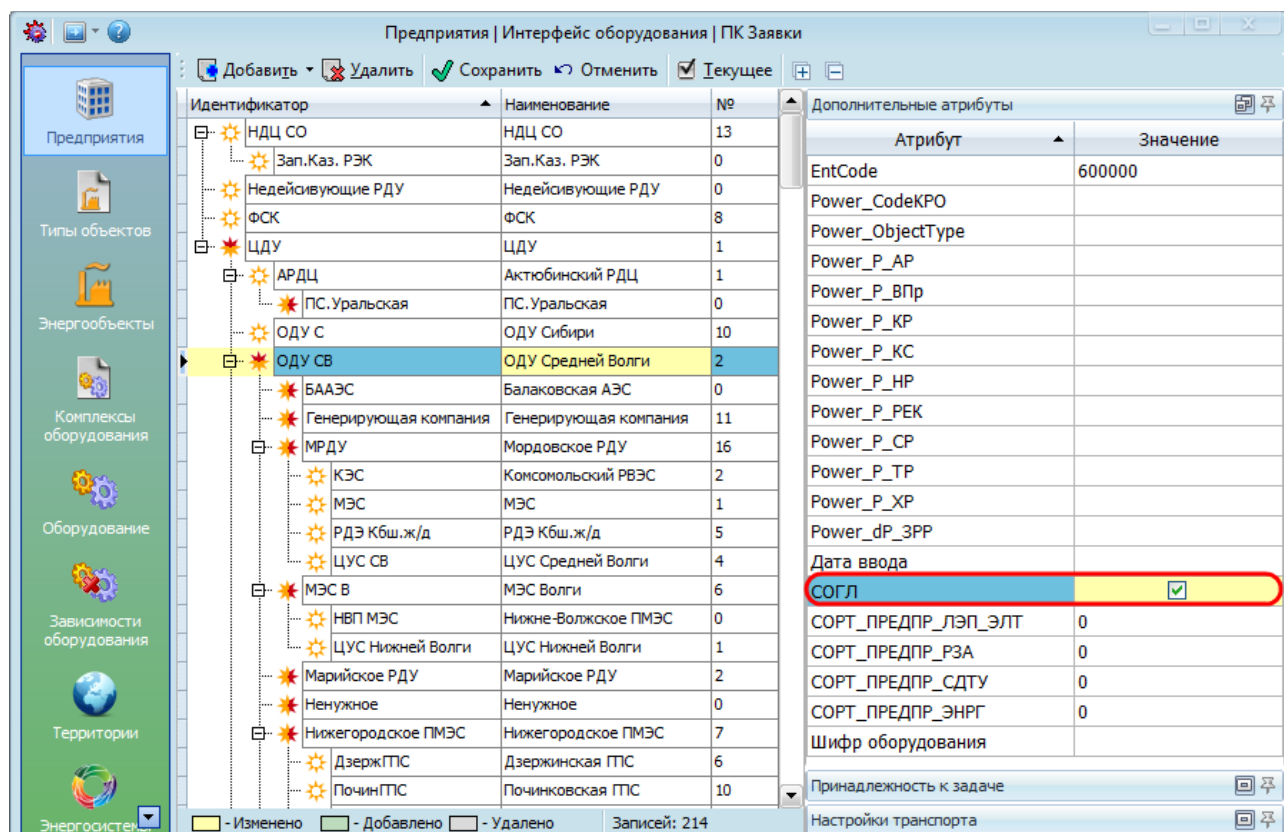

Рисунок 12.26 – Атрибут «СОГЛ» для предприятия
- в приложении «Интерфейс оборудования» в меню «Предприятия» для параллельного/нижестоящего предприятия у атрибута «СОГЛ» установлен флаг (Рисунок 12.26).